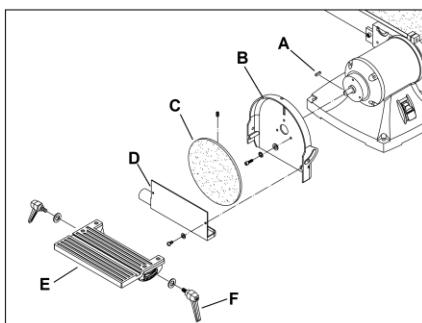

Рис. 5
2. Снимите клейкую ленту с шпонки (A, рис.5) и якоря. Наденьте алюминиевый диск с абразивным диском (C, рис.5) на якорь так, чтобы шпоночный паз в диске совпадал со шпонкой в якоре. Закрепите диск на якоре установочным винтом.
3. Установите дисковый пылесборник (D, рис.5) на защитный кожух диска (B, рис.5) снизу 9-дюймового диска с выпускным отверстием сзади инструмента. Закрепите пылесборник на защитном кожухе диска с помощью двух винтов с поддонными головками и плоских шайб.
4. Выдвижной дисковый стол (E, рис. 5) с прикрепленной цапфой к выступающим выступам с каждой стороны защитного кожуха диска. Установите две ручки и плоские шайбы через цапфу в резьбовые отверстия с каждой стороны защитного кожуха диска.
5. Установите стол в нужное положение и закрепите его ручками (F, рис.5).